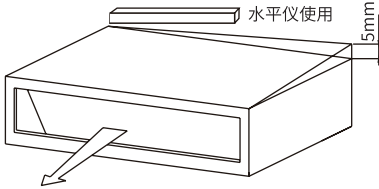

图7 顶面倾斜度
- (1) 检查确认顶面是平的，测量最大顶面倾斜度。
- (2) 图7所示，室内机后面稍微低于前面(0mm ~ 5mm)，以利于排水。
- (3) 调整完毕后，将悬吊螺母拧紧。必须涂上螺纹锁固剂以防螺母松动。安装过程中请用塑料布盖好机器，使之保持清洁。